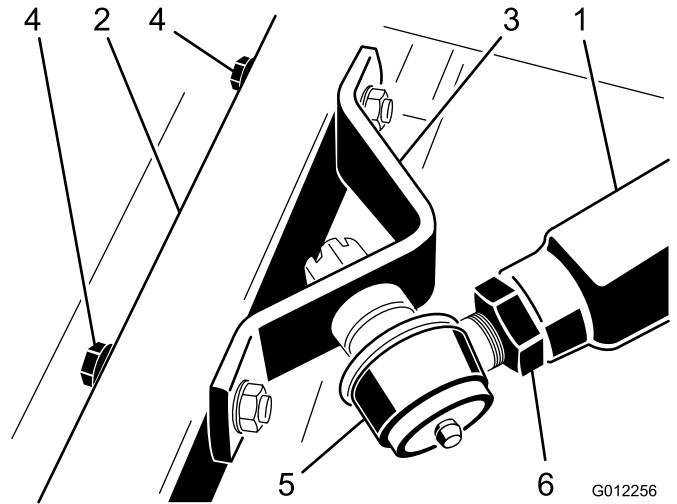

図 22
3. もう一人に、右側プッシュアームを上からしっかりと押し付けてもらって置いて、ボールジョイント・マウントの穴とキャストアームの穴とを整列させる 図 22。